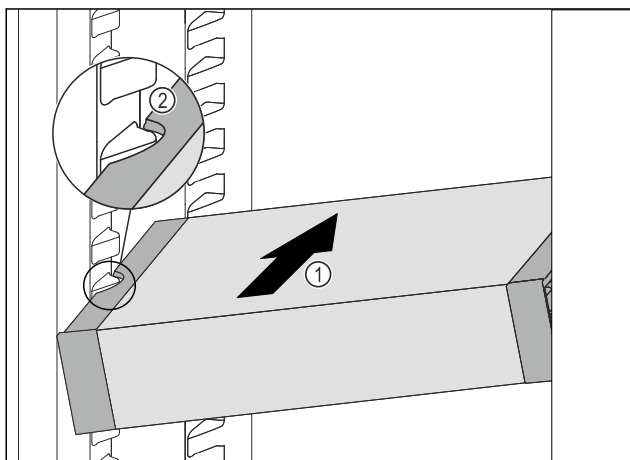

Fig. 129
- Iebīdiet VarioSafe slīpi ledusskapja nodalījumā Fig. 129 (1), līdz VarioSafe sānu padziļinājumi Fig. 129 (2) atrodas tvertnes ribas augstumā ledusskapja nodalījumā.